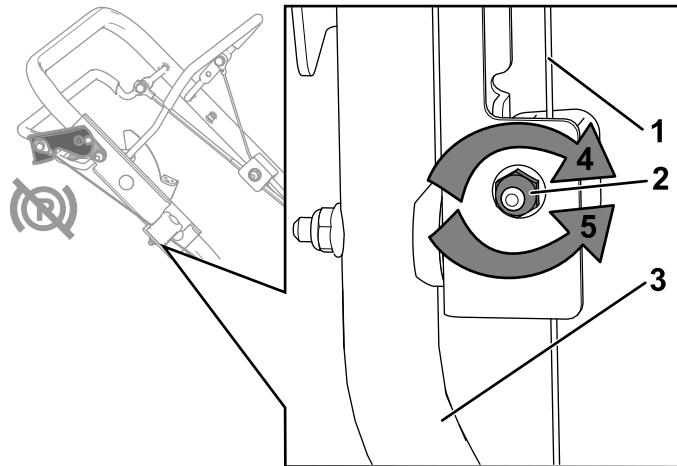

Figura 51
2. Gire la tuerca de ajuste en sentido antihorario para aflojar el ajuste del cable (Figura 51).
3. Ajuste la tensión del cable (Figura 51) empujando o tirando de la funda del cable, y sujetela en esa posición.